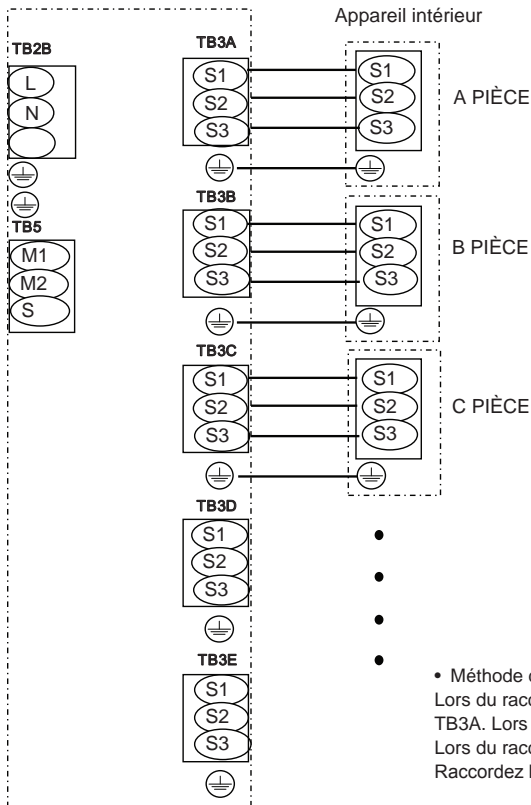

Fig. 8-9
8.2. Procédure de câblage externe (Fig. 8-8, Fig. 8-9)